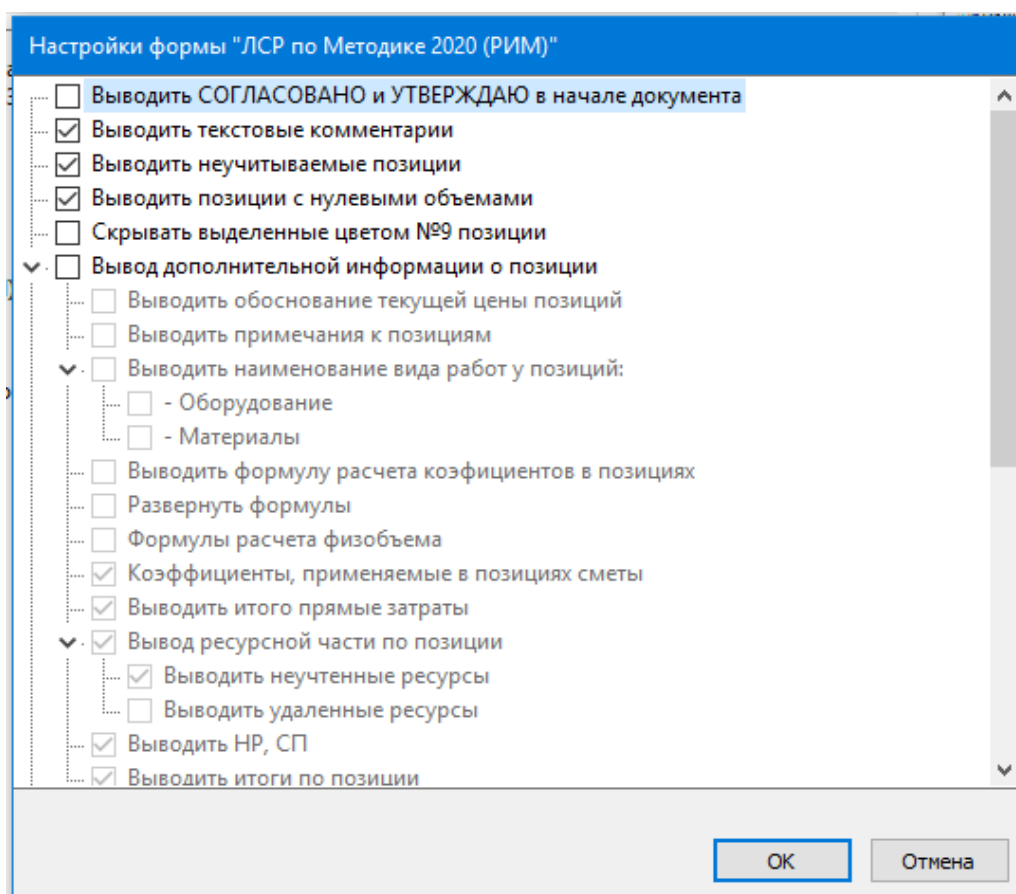

Рисунок 12.2. Настройка формы
- Нажмите кнопку **Вывод формы**. На экране появится окно со списком параметров для отображения документа (рис. 12.2), в котором, в случае необходимости, галочками можно указать требуемые параметры.